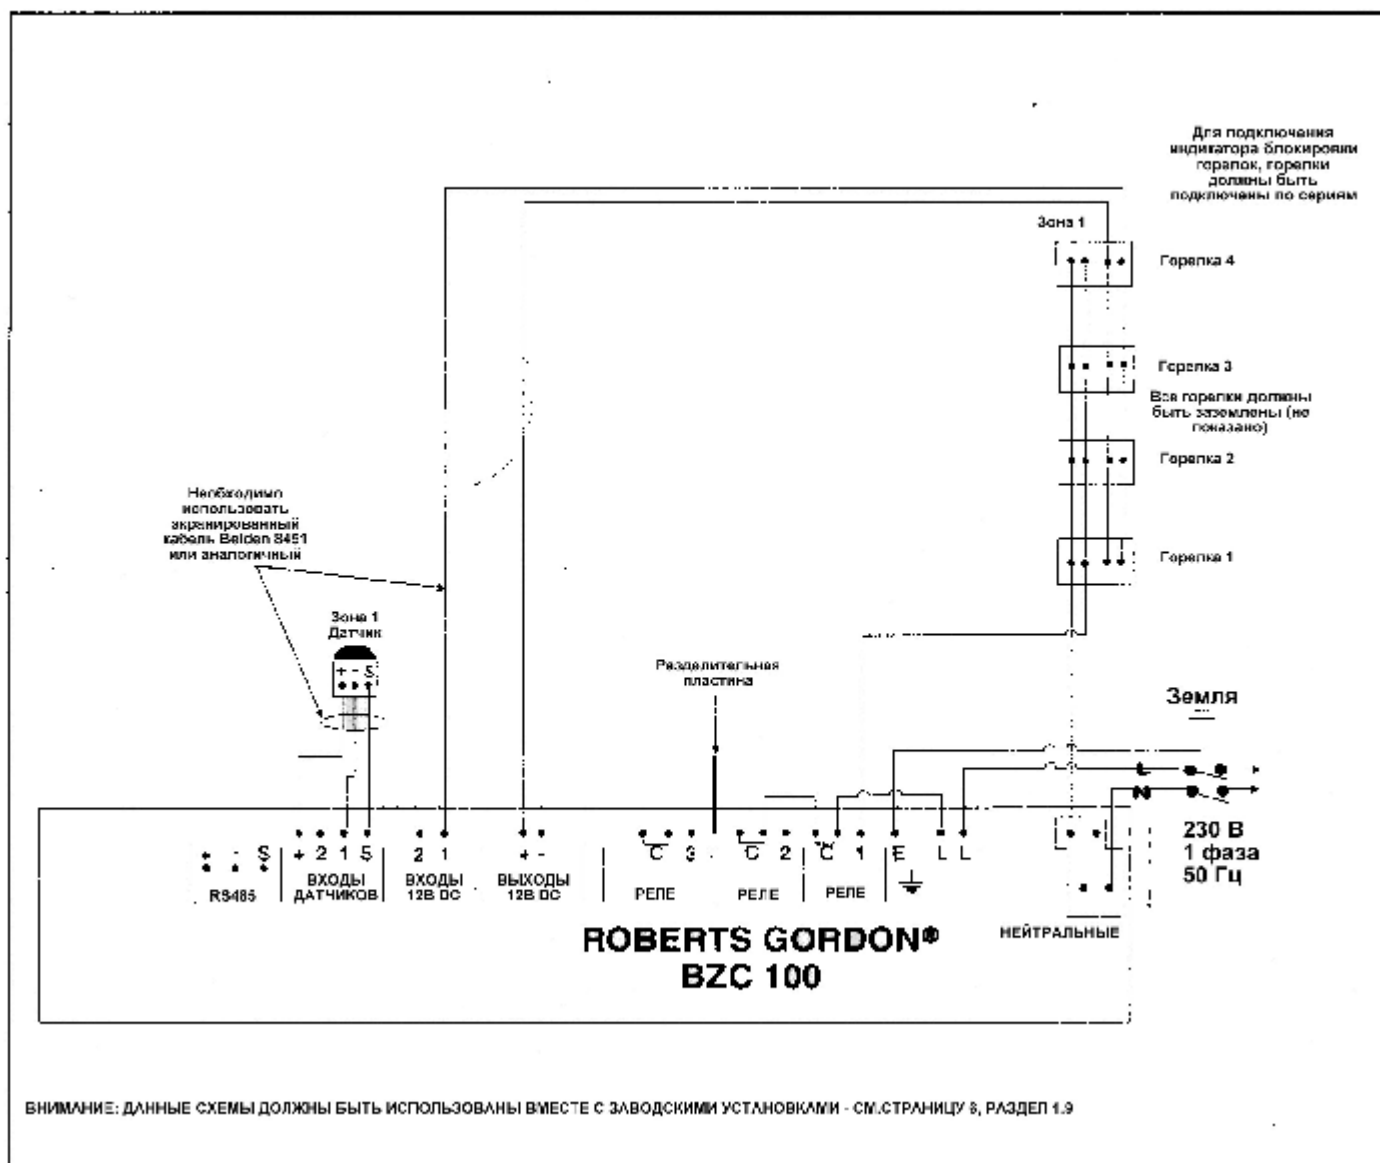

РИСУНОК 18 Типичная схема индикации блокировки горелки
- Провод входа блокировки горелки для зоны 1 идет на вход 1 12 В DC, см. страницу 17, рисунок 18.